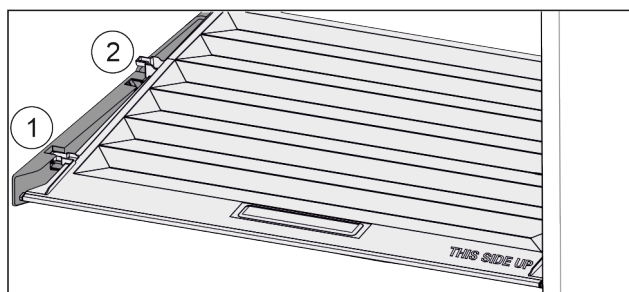

Fig. 103
- ▶ Pokrywę pociągnąć do przodu Fig. 103 (1), aż otworzy się w elementach trzymających.
- ▶ Podnieść tył od dołu i wyjąć Fig. 103 (2) go do góry.